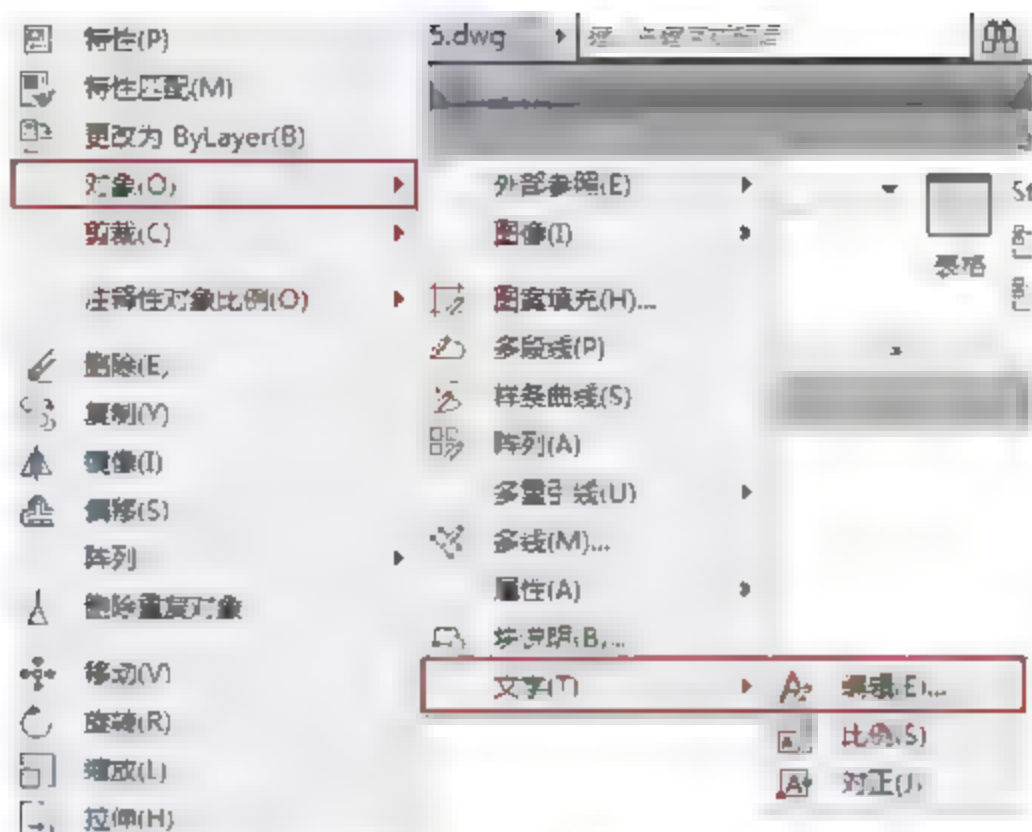

图6-47 选择命令
- 菜单栏：选择菜单【修改】|【对象】|【文字】|【编辑】命令，如图6-47所示，然后选择要编辑的文字。